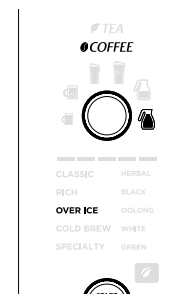

Fig. 16a
- 4 Faites tourner le bouton START/SELECT (démarrer/sélectionner) pour choisir Over Ice Brew (infusion sur glace) ou Cold Brew (infusion à froid) (fig. 16a et 16b). Si vous souhaitez infuser du thé, appuyez sur le bouton Tea (thé) pour passer au menu de thé, et utilisez le bouton pour choisir votre type de thé. Pour changer votre style d'infusion dans le menu de thé, appuyez sur le bouton Tea (thé) .